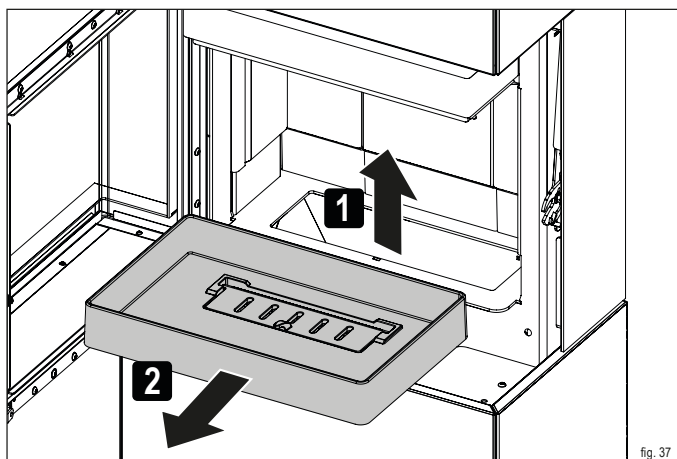

fig. 37
- ▶ Rimuovere la griglia in ghisa (fig. 37).